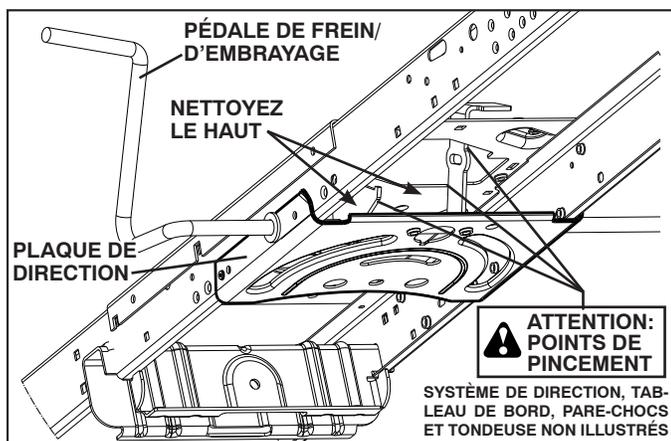

Fig. 22
**ATTENTION : Évitez les points de pincement et les pièces mobiles. (Voir la Fig. 22)**